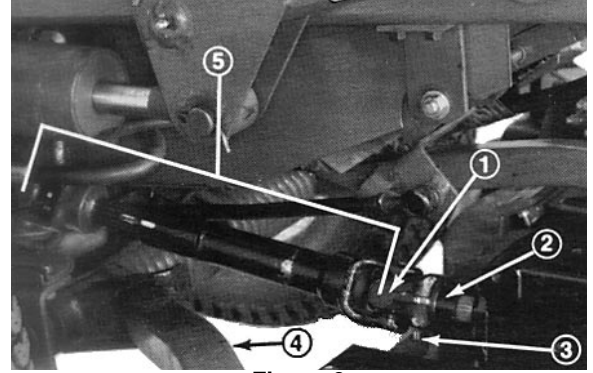

Figure 9
3. Chasser la goupille cylindrique creuse hors de la chape et de l'arbre d'entrée du boîtier d'engrenages (Fig. 9). Desserrer les vis à tête et les contre-écrous et extraire la chape de l'arbre d'entrée. Si l'unité de déplacement doit être utilisée sans l'unité de coupe, extraire la goupille cylindrique creuse de la chape sur l'arbre de PDF et déposer l'arbre complet avec les cardans de l'unité de déplacement.
5. Demander à une autre personne d'appuyer sur l'arbre de poussée droit pendant que l'on enlève les vis à tête, les rondelles plates et les contre-écrous qui fixent le support de joint à rotule au bras pivotant sur l'unité de coupe (Fig. 9). Cette personne peut ensuite laisser remonter l'arbre de poussée avec précaution, ce qui a pour effet de relâcher progressivement la charge du ressort.